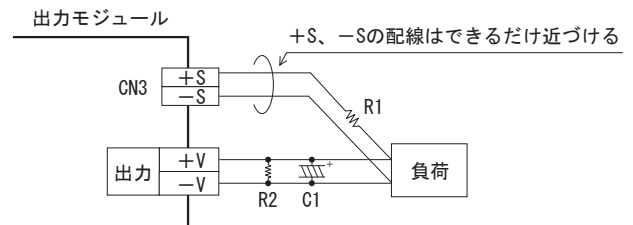

図3.6 リモートセンシングを使用する場合
- リモートセンシングを使用する場合の結線を図3.6に示します。
- ①負荷線に接触不良が生じると、センシング線に負荷電流が流れ、電源内部回路が故障することがあります。配線の接続には、十分に注意してください。
- ②電源から負荷までの配線は、余裕のある太い電線を使用して、ラインドロップが0.3V以下となるようにしてください。
- ③センシング線は、ツイストペア線、またはシールド線を使用してください。
- ④+S、-S端子から、電流を取り出さないでください。
- ⑤配線や負荷のインピーダンスによって、電源出力電圧が不安定 (発振現象や変動大) になることがあります。